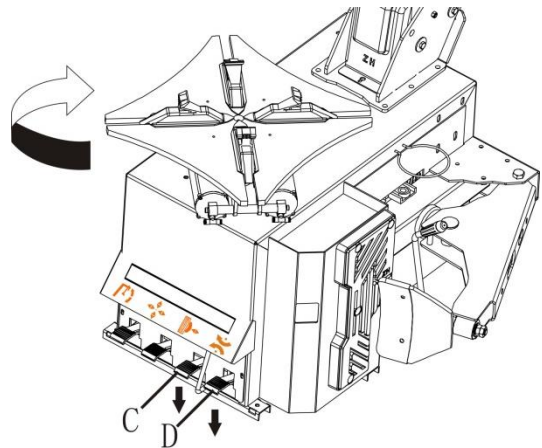

Fig. 11
- Test of deze goed is aangesloten door de pedaal voor de bediening van het draaiplateau (D, fig.11) in te drukken, de tafel moet nu met de klok mee ronddraaien. Dit is een zeer belangrijke test.
- Test nu de hielbreker door de bedieningspedaal (C, fig.11) in te drukken. Doe dit 3-5 keer en laat iemand anders aan de achterzijde van de machine kijken of er een druppel olie in het reservoir (F, fig.10) wordt geïnjecteerd. Wanneer dit niet het geval is, kunt u dit reguleren met de stelschroef (E, fig.10).